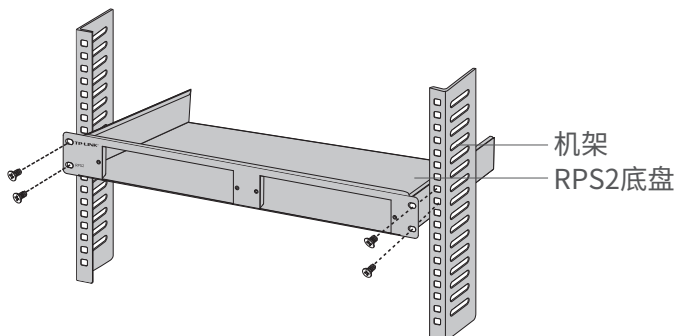

图2-2 底座安装示意图
2. 用螺钉将RPS2底盘固定在机架两端导槽上，确保稳定、水平地安装在机架上。如图2-2所示；